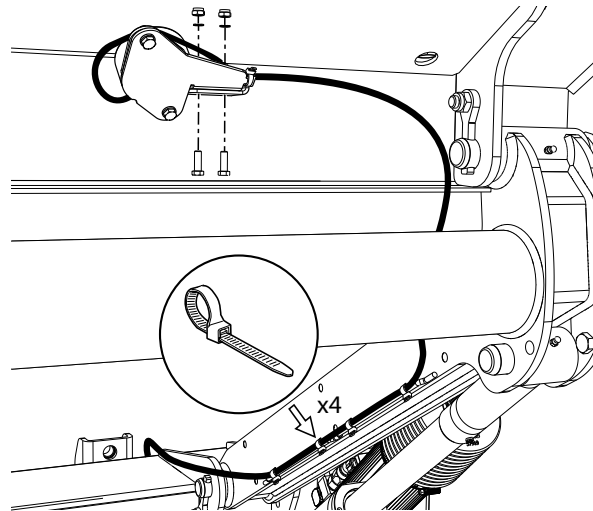

Abb.54. Einbau des Winkelsensors
1. Den Winkelsensor mit den dazugehörigen Schrauben, Muttern und Einschüben an der Plattform anbringen und das Kabel mit Kabelband befestigen, siehe Abb.54.